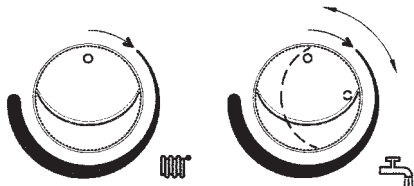

Figure 17B
- 2) lorsque le bouton 7 est sur cette position, le faire tourner 2 fois de suite rapidement ($\sim 1/4$ de tour) dans le sens des aiguilles d'une montre comme le montre la figure 17B.
- 2) lorsque le bouton 6 est sur cette position, faire deux rotations rapides et consécutives (~1/4 de tour) dans le sens des aiguilles d’une montre, comme le montre la figure 17B.
- 2) lorsque le bouton 7 est sur cette position, le faire tourner deux fois de suite rapidement ($\sim 1/4$ de tour) dans le sens des aiguilles d'une montre comme le montre la figure 17B.